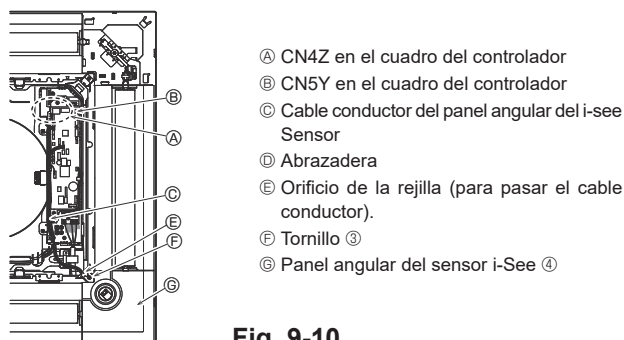

Fig. 9-10
9.4.6. Instalación del panel angular del i-see Sensor (Fig. 9-10)